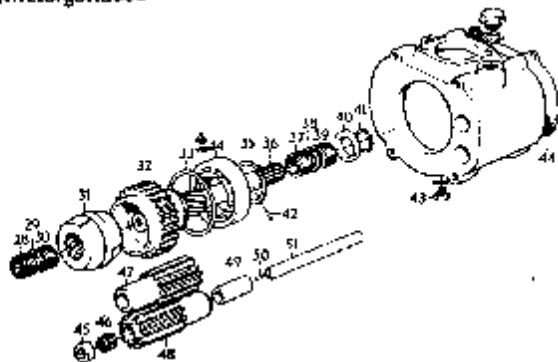

Abb. 63 Mittelgehäuse
1. Führungsstifte (50, Abb. 63) so weit in das vordere Gehäuse einschlagen, daß sie etwa 2 mm über die Teilfläche ragen.
Zusammenbau von vorderem Gehäuse und Mittelgehäuse (Abb. 63 und 64)
5. Öltafelschraube einschrauben (43, Abb. 63).